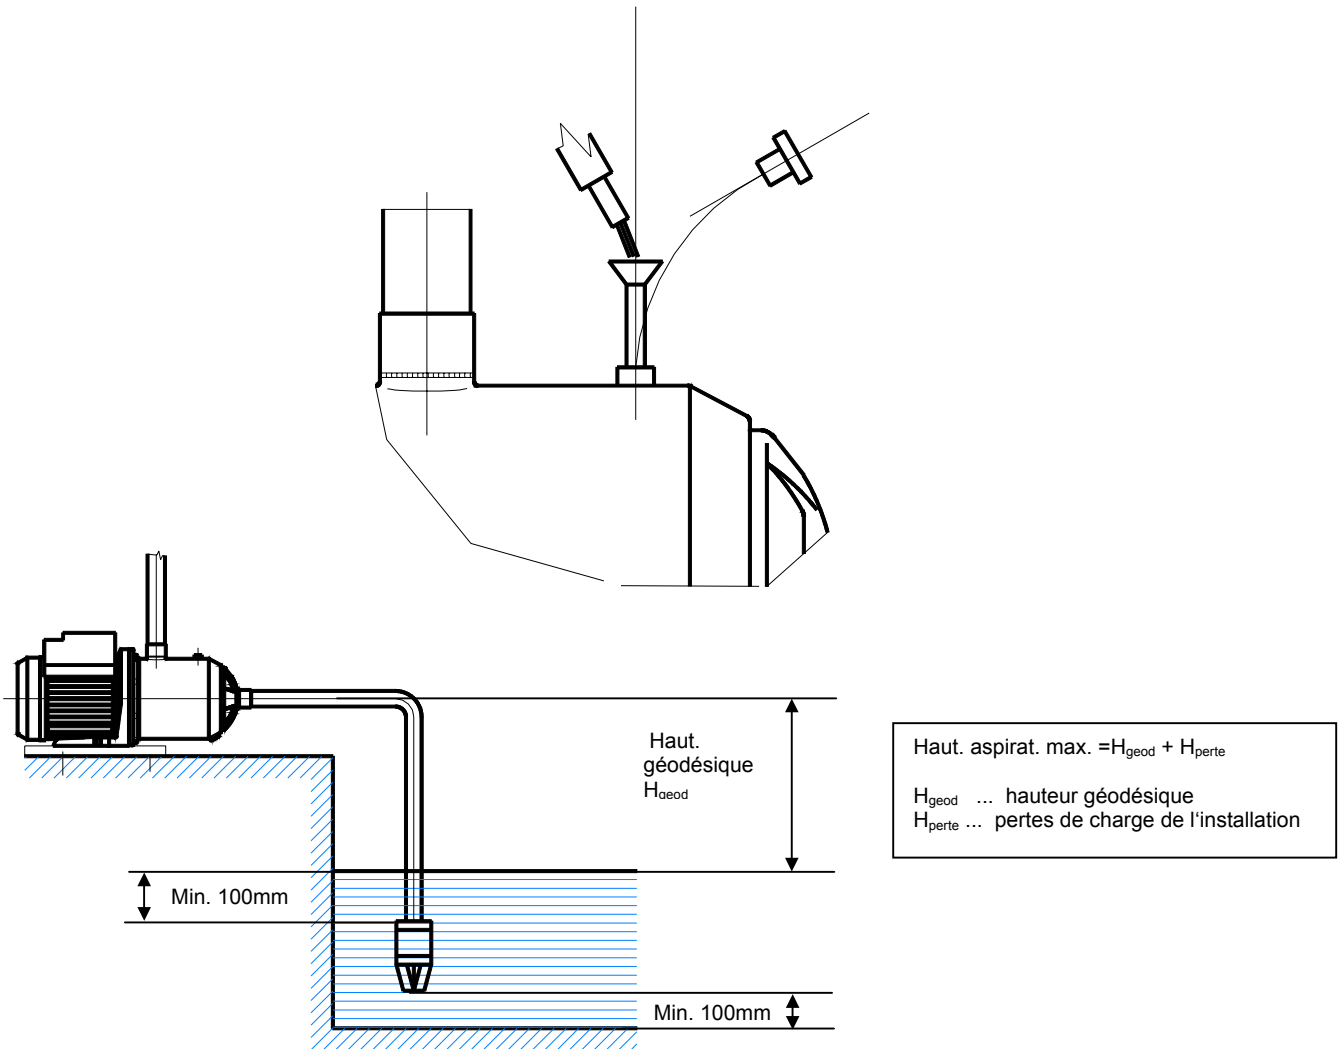

Figure 8 : Remplissage des pompes Wilo-MultiCargo
- Pour effectuer le dégazage, la vis de remplissage/de purge doit être desserrée conformément à la figure 8. Ensuite, la pompe doit être remplie d'eau à l'aide d'un entonnoir, via l'ouverture de remplissage, et puis refermée.